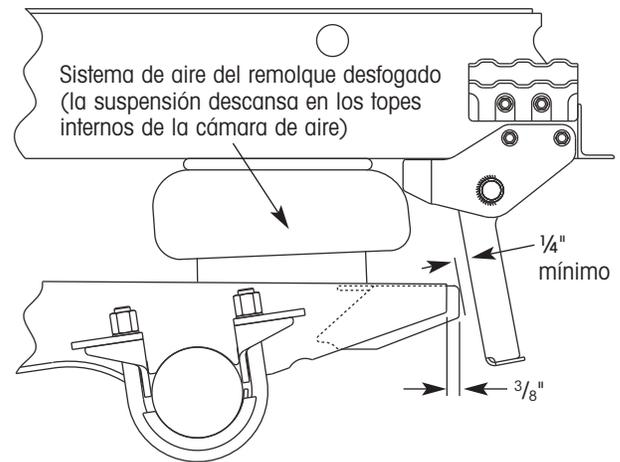

Figura 103. Instalación del refuerzo de la viga
11. Deslice la extensión de la viga dentro del extremo de cada viga de la suspensión trasera. Deje fuera la extensión de la viga trasera  $\frac{3}{8}$  pulg. (figura 103) y sujete la extensión de la viga en su lugar.
12. Verifique el claro entre la extensión de la viga y el brazo del SURELOK. Un mínimo de  $\frac{1}{4}$  pulg. es requerido con la suspensión descansando en los topes internos de las cámaras de aire (figura 103).